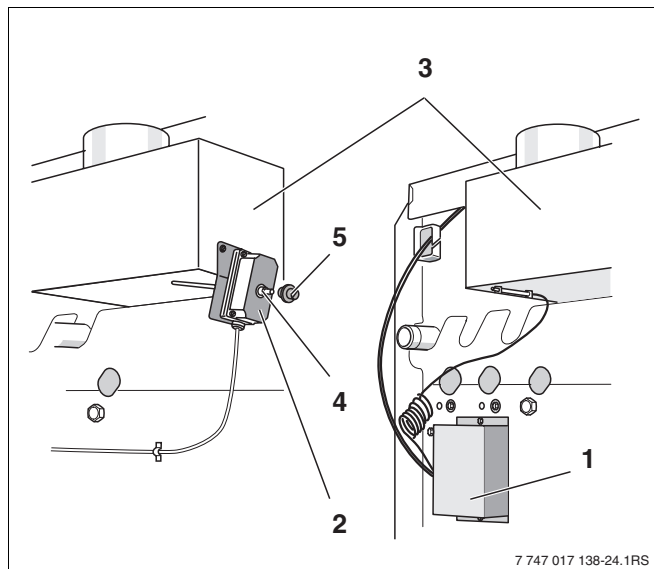

Bild 6 Abgasüberwachungen
- Die Abgasüberwachung AW 50 (Bild 6, **Pos. 1**) startet den Brenner nach einigen Minuten wieder automatisch, sofern Wärmebedarf besteht.
- Bei der Abgasüberwachung AW 10 (Bild 6, **Pos. 2**) entfernen Sie nach ca. zwei Minuten die Schutzkappe (Bild 6, **Pos. 5**) und drücken den Entriegelungsstift (Bild 6, **Pos. 4**) ein